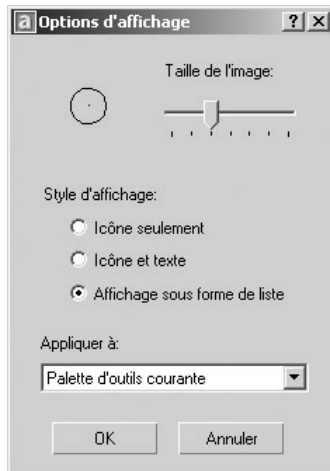

Fig.1.33
- [2] Dans la boîte de dialogue **Options d'affichage** (View Options), cliquez sur l'option d'affichage d'icône que l'on souhaite définir. On peut également modifier la taille des icônes (fig.1.33).